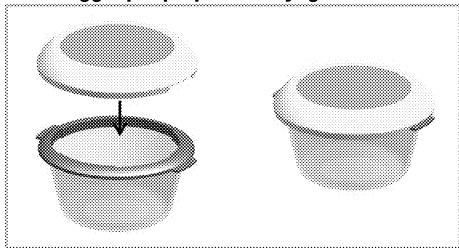

Figura 3: posizione di preparazione/conservazione yogurt
2. A seconda della ricetta, chiudere il coperchio dell'accessorio (Figura 3).
5. Si raccomanda di consumare lo yogurt dopo averlo tenuto in frigorifero (+4°C) con il coperchio chiuso per 12 ore (Figura 3).